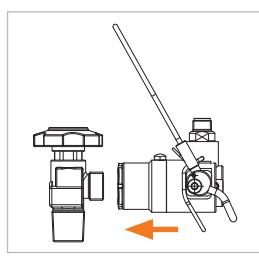

Abbildung 8
- ▶ Stecken Sie den Adapter gerade und locker bis zum merkbaren Dichtungskontakt auf das Flaschenventil (*Abbildung 8*). Dadurch wird eine Beschädigung der Frontdichtung durch eventuell scharfe Kanten am Flaschenventil vorgebeugt und das richtige Anschließen gewährleistet.